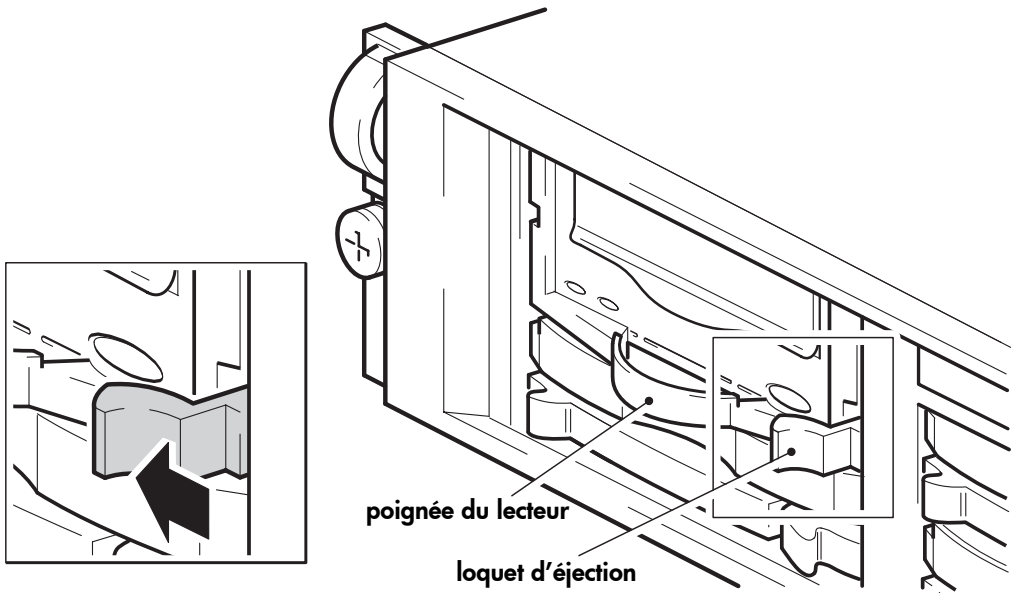

Figure 5a : abaissement du levier d'éjection
- 3 Appuyez sur le loquet d'éjection et tirez la poignée, comme illustré à la figure 5a.